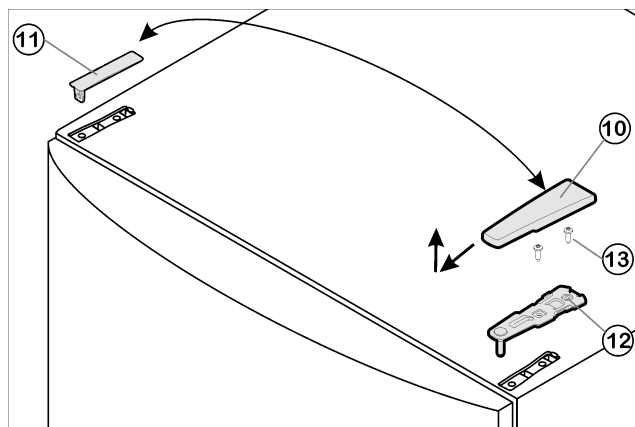

Fig. 4
- ▶ Kryt Fig. 4 (10) stáhněte dopředu a nahoru.
- ▶ Kryt Fig. 4 (11) zvedněte.
- ▶ Horní stojan ložiska Fig. 4 (12) odšroubujte (2 krát Torx® 25) Fig. 4 (13) a stáhněte nahoru.
- Horní stojan ložiska Fig. 4 (12) vložte na nové straně závěsu do dveří.
- Horní stojan ložiska Fig. 4 (12) **příšroubujte (s 4 Nm)** (2krát Torx® 25) Fig. 4 (13). Díry pro šrouby případně předem propíchněte nebo použijte akumulátorový šroubovák.
- Kryt Fig. 4 (10) a kryt Fig. 4 (11) zatlačte vždy na opačné straně.